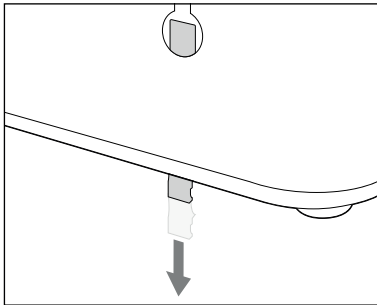

Fig. 1
- En el orificio para colgar derecho **7** de la parte posterior del aparato, hay un pasador de fijación **8** que evita que el aparato se suelte de los tornillos **9**. Tras esto, desplace un poco hacia abajo el pasador de fijación **8** para que salga del orificio para colgar **7** (consulte la fig. 1).